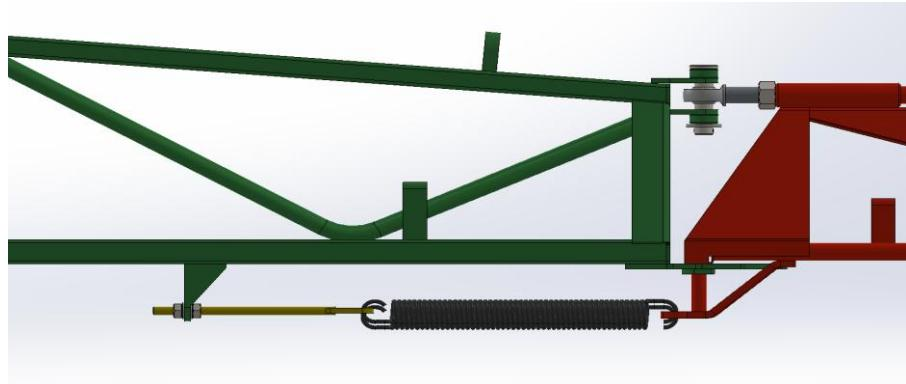

Рис.4 Пружинно – возвратный механизм секции №3.
4.4.4. Секция №3 является частью крыла с пружинно-возвратным механизмом присоединения ее к секции №2. При столкновении с землей или препятствием секция №3 откидывается и, затем, возвращается в разложенное положение за счет работы пружины 5. Регулировка натяжения пружины секции №3 осуществляется регулировочным винтом с контргайкой 4 (Рис. 4)